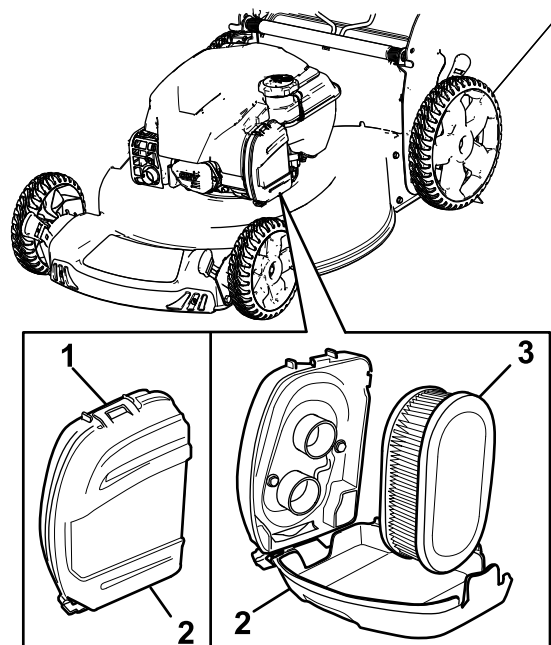

Figure 23
1. Déclipez le haut du couvercle du filtre à air (Figure 23).
2. Déposez le filtre à air (Figure 23).